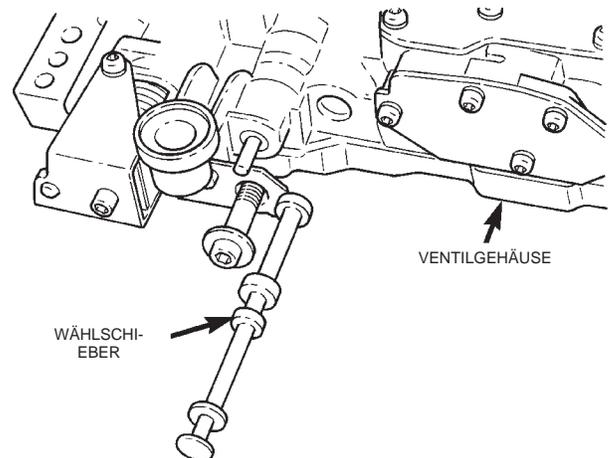

Abb. 65 Wählschieber
(41) Wählschieber in das Ventilgehäuse einbauen (Abb. 65).